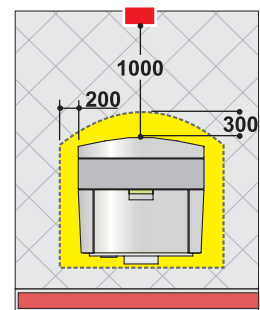

Abb. 6
Der in Abb. 6 dargestellte Pellet-Kaminheizofen verfügt über ein Sanitärwasserkit (**optional**). Der Kaminheizofen kann mit jedem Heizsystem (z. B. Sonnenkollektoren) kombiniert werden.
• Bei Bodenbelägen aus entflammarem Material muss der Pellet-Kaminheizofen auf eine Platte (z. B. Stahl oder Glas) mit entsprechender Stärke (min. 4 mm) gestellt werden (**Abb. 6**).